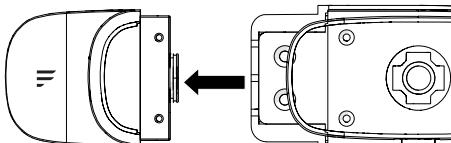

Fig. 23
4. Tirez pour retirer la partie décorative du feu de signalisation et gardez-la dans un endroit sûr en cas d'utilisation future. (Fig. 23)